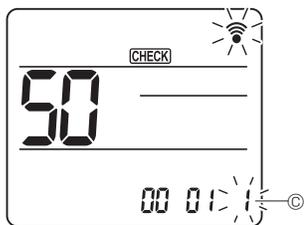

Fig. 6-19
- ④ Auswählen der Einstellungsnummer
Ändern Sie mit der Taste [↓] die Einstellungsnummer ③. (Fig. 6-19)